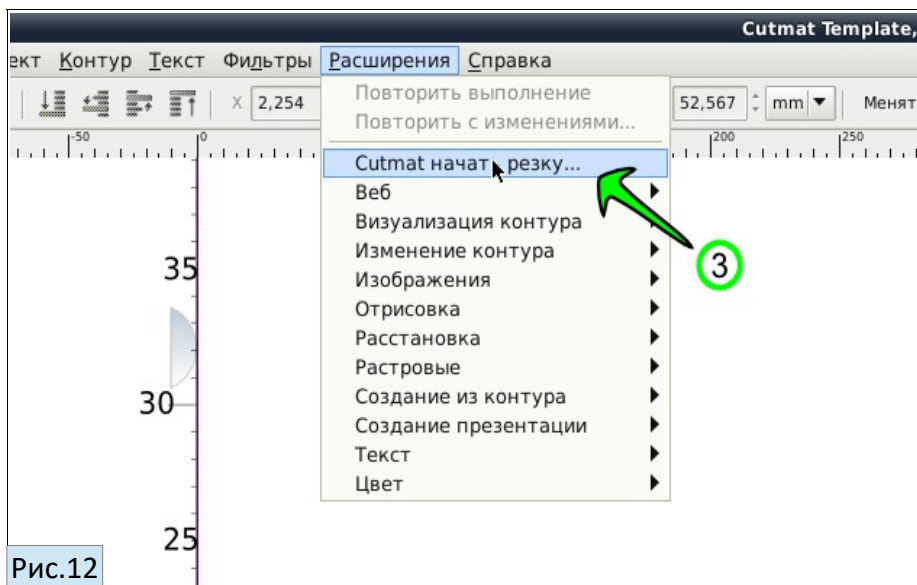

Рис.12
- выделите (через Shift или прямоугольным выделением) все контуры из слоёв "Резка 1" и "Обрезка". Выполните команду из меню "Расширения — Cutmat начать резку" ③. Рис.12. В появившемся окне удостоверьтесь, что находитесь на вкладке "Резка cutmat BBC". Установите требуемую толщину картона (мм) ① и нажмите "Применить" ②. Рис.13.